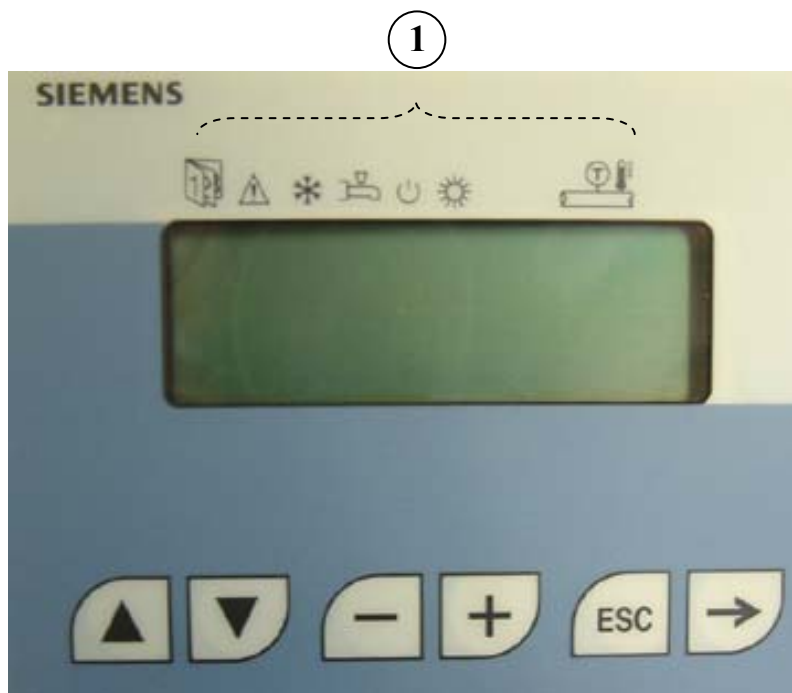

Рис. 2
- выбрать строку программы "SET T.MAND" и нажать кнопку ( → рис. 2);